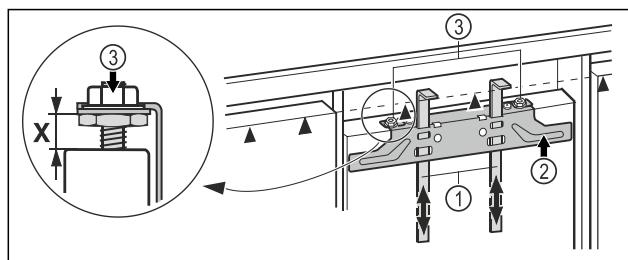

Fig. 44
- ▶ Избутайте помощните детайли за монтаж Fig. 44 (1) до височината на вратата на шкафа. Долен прилягащ ръб ▲на помощния детайл = горен ръб на монтираната врата на шкафа.
- ▶ Завийте крепежната траверса Fig. 44 (2) с помощта на контрагайките Fig. 44 (3).